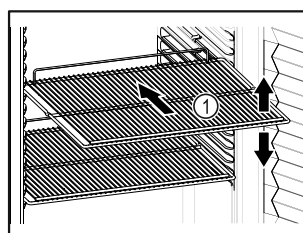

Fig. 55 Beispielhafte Darstellung
- Wenn Ablageflächen Fig. 55 (1) versetzbar sind, Ablageflächen je nach Höhe anpassen.